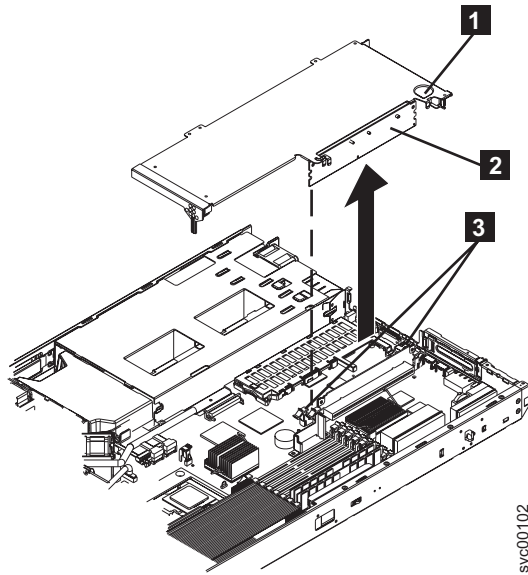

図 157. SAN ボリューム・コントローラー 2145-8F2 または SAN ボリューム・コントローラー 2145-8F4 のスロット 2 アダプター
- a. スロット 2 のライザー・カード (508 ページの図 157の **2**) の両側面にある固定クリップを、ライザー・カードからの接続がなくなるまで下方に押しながら開きます。